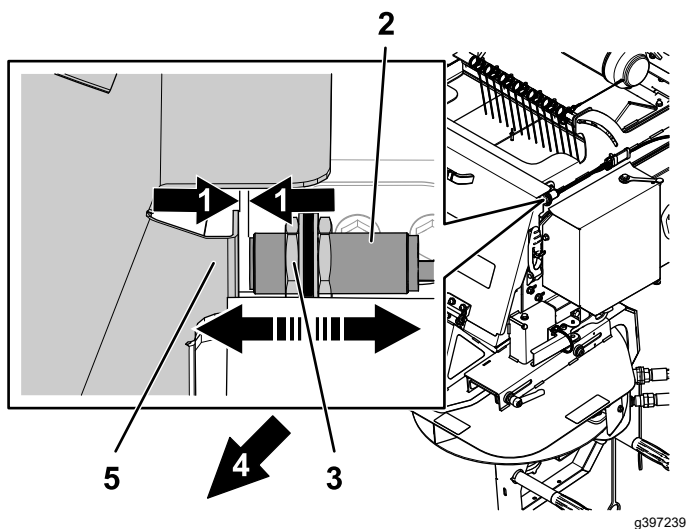

Figura 10
8. Reglați spațiul dintre senzor și trapa buncărului la 3 mm, aa cum se arată în Figura 10, utilizând piulițele de reglare. Spațiul nu trebuie să depășească 6 mm.